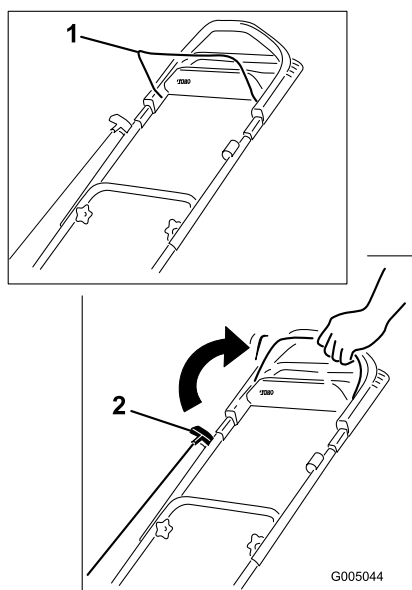

Figura 15
2. Sujete la barra de control de la cuchilla contra el manillar (Figura 15).